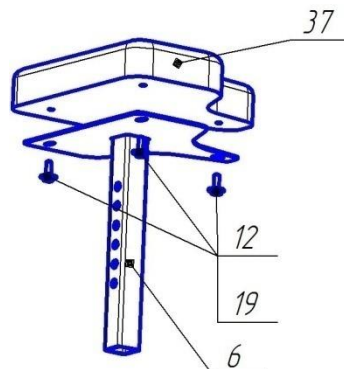

Рис.13 Схема монтажа сиденья.
11. Смонтировать сиденье, состыковав дет. поз.6 (Основание сиденья) 1шт. с дет. поз.37 (Сиденье велосипедное) 1шт., при помощи дет. поз.12 (Болт М8х25) 3шт. через дет. поз.19 (Шайба Ø8 увеличенная) 3шт. Использовать инструмент Г. Схему монтажа см. рис.13.